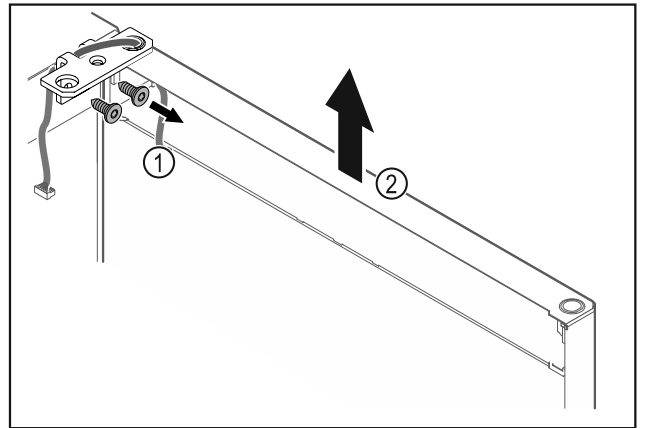

Fig. 19
- Lironi vidat e profilit të menteshës Fig. 19 (1).
- Ngrini drejt lart derën së bashku me profilin e menteshës Fig. 19 (2) rreth 200 mm dhe hiqni.